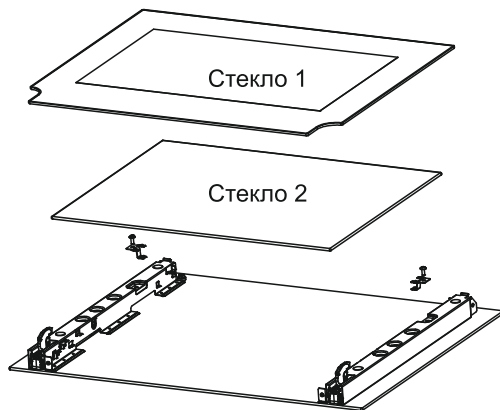

Рис. 3
3. Потяните на себя и снимите стекло 1. (См. рис. 3).
5. Потяните на себя и снимите стекло 2. (См. рис. 3).